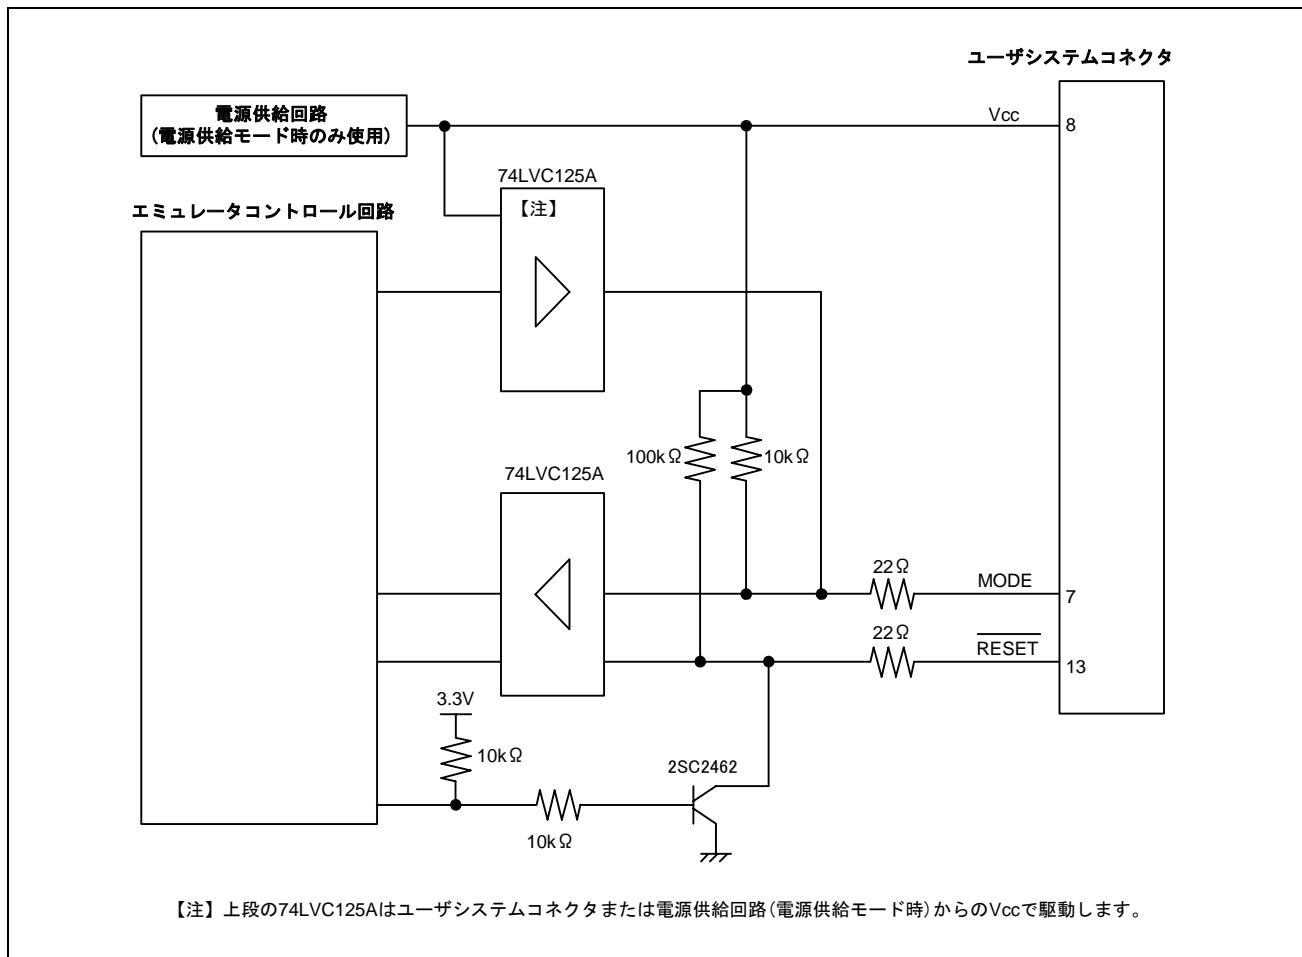

図 5.4 E8 エミュレータ内インターフェース回路（参考）
7. 図5.4にE8エミュレータ内インターフェース回路を示します。プルアップ抵抗の値などを決定するときに参考にしてください。